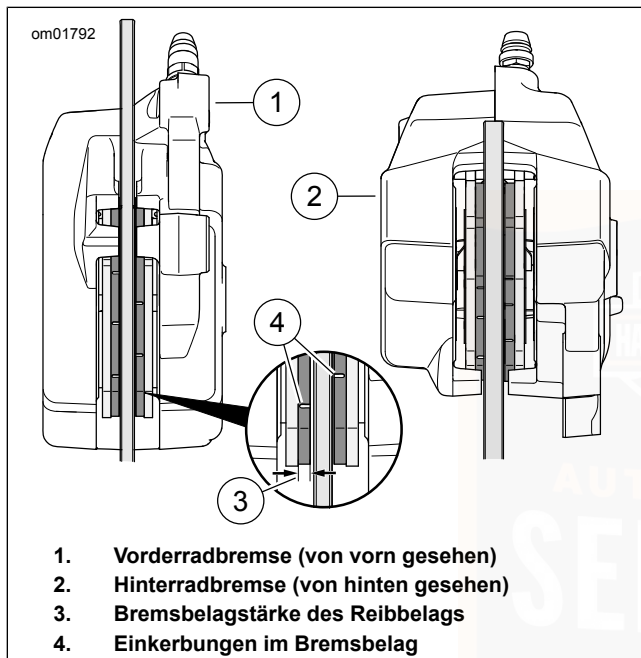

Abbildung 79. Reibmaterial des Bremsbelags
1. Siehe Abbildung 79. Die Bremsscheibe prüfen, wenn diese gedreht wird. Die Scheibe muss schlagfrei im Bremssattel laufen.